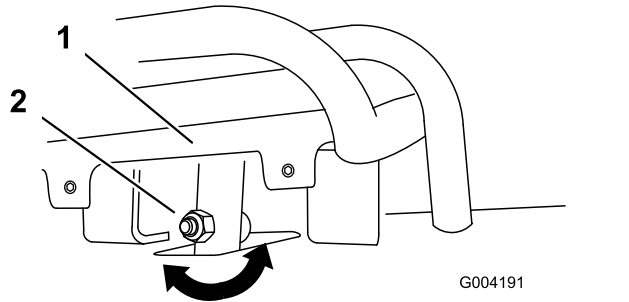
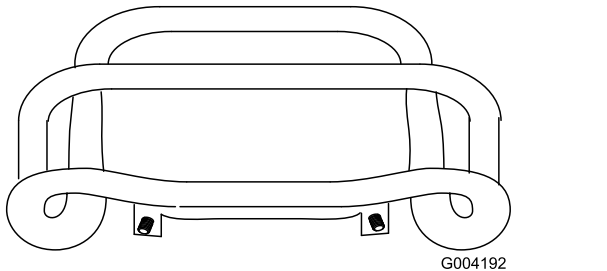

Figure 49
Figure 50
de référence, desserrez l'écrou et le boulon à embase de la tige de la commande de déplacement (Figure 49).
5. Réglez la commande de déplacement de sorte qu'elle soit de niveau et en appui contre la barre de référence lorsqu'elle est tirée tout droit en arrière (Figure 49 et Figure 50).
- C. Desserrez l'écrou et le boulon à embase dans la tige de la commande de déplacement (Figure 49).
- I. Réglez la commande de déplacement de sorte qu'elle soit de niveau et en appui contre la barre de référence lorsqu'elle est tirée tout droit en arrière (Figure 49 et Figure 50).